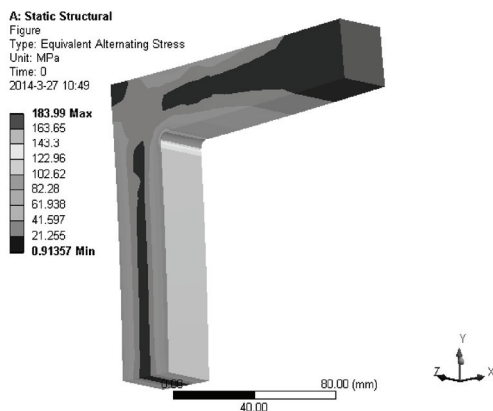

图 18-18 等效交变应力云图
- 10) 右键单击 Equivalent Alternating Stress 对象, 在弹出的快捷菜单中选择 Evaluate All Results, 此时进行求解, 求解后得到的图形如图 18-18 所示。